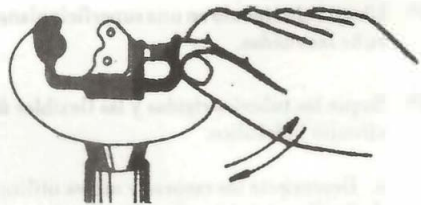

Fig. 3
c. Elimine los rebordes filosos (rebabas) de la tubería (fig. 3).